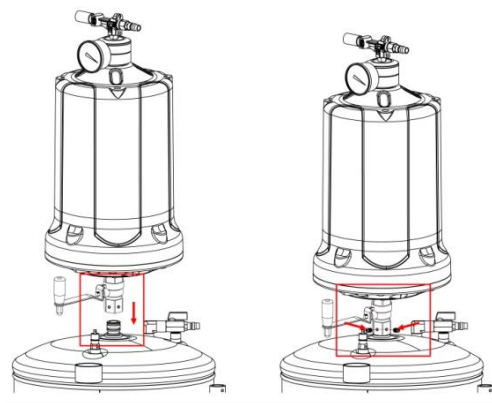

Рис.1
**Установка мерной колбы (рис.1)**
1. См. рис.1, установите мерную колбу на бак с рукояткой сливного вентиля перпендикулярно баку.